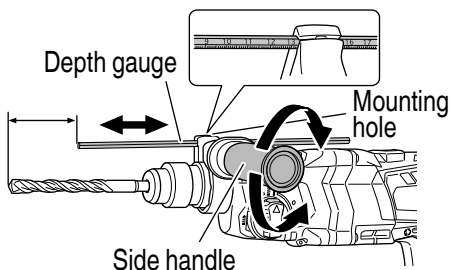

Fig. 22
7. Using depth gauge (**Fig. 22**)